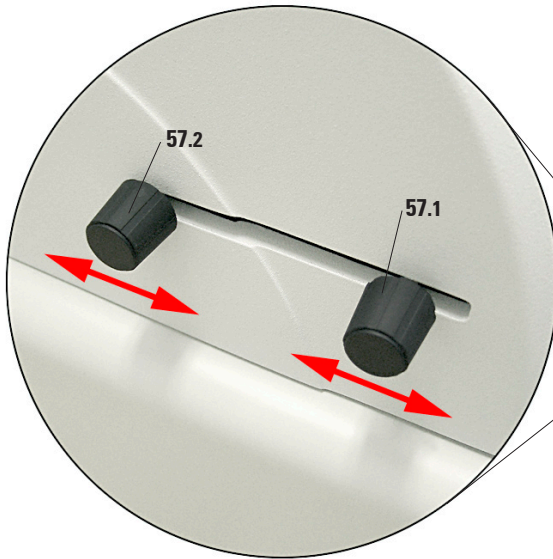

Abb. 41
schraube (48) am Klingenhalter gelöst werden (Abb. 41).
bratomwanne (23) aufliegt (Pfeil in Abb. 41)